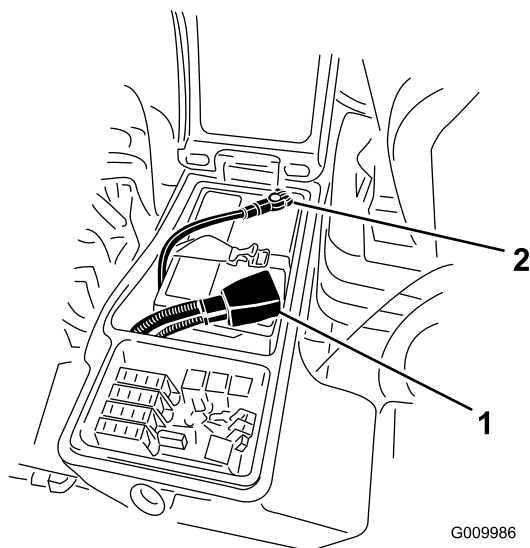

Figura 50
6. Collegare il cavo positivo (rosso) al morsetto positivo (+) e il cavo negativo (nero) al morsetto negativo (-) della batteria (Figura 50).